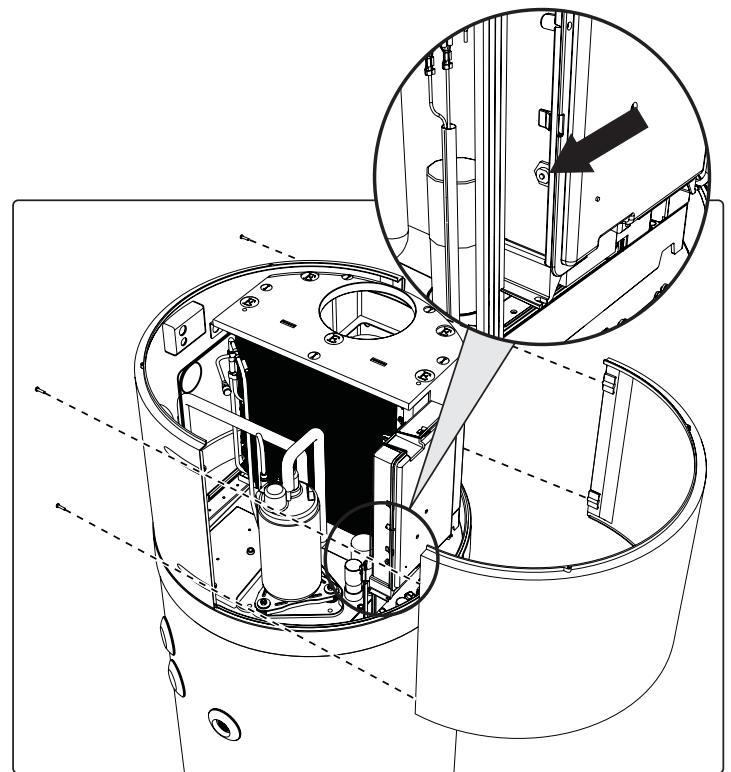

fig. 42 - Rimozione pannello frontale
- Rimuovere il pannello frontale e ripristinare manualmente il termostato di sicurezza intervenuto (fig. 42). In caso di intervento il perno centrale del termostato fuoriesce per circa 2 mm.